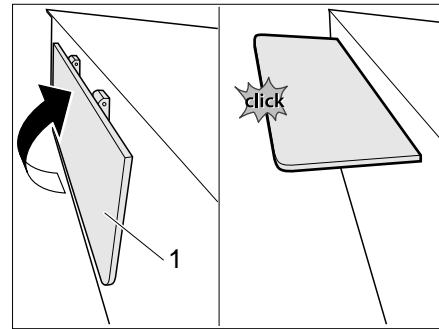

Bild 113 Abstützkante aufstellen
- Abstützkante (Bild 113,1) entriegeln und nach oben schwenken, bis sie einrastet.